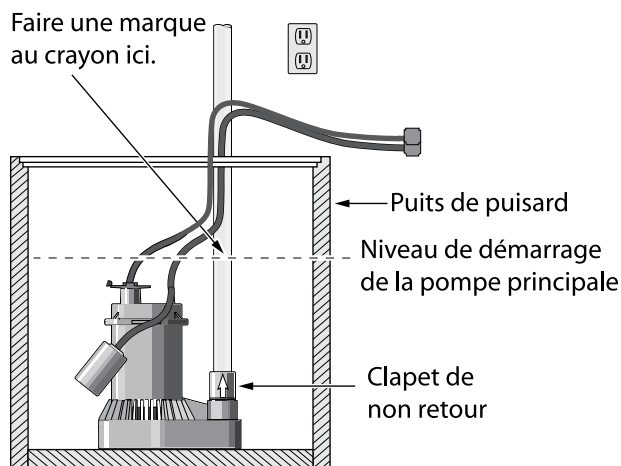

Fig 1 : faire une marque au niveau d'eau de « démarrage »
- Déterminer le niveau d'eau élevé dans le puits de puisard (le niveau d'eau auquel la pompe de puisard en place (principale) se met en marche - se reporter à la figure 1). Couper l'alimentation vers la pompe et indiquer ce niveau sur le tuyau de décharge à l'aide d'un crayon ou d'un marqueur.
3. Si le puisard est trop petit et qu'il est impossible d'y installer les deux pompes, installer un support angulé sur le tuyau de décharge de la pompe de puisard principale à l'aide de colliers à tuyau en acier inoxydable. Installer la pompe de secours sur le support angulé. Se reporter à la figure 1, « décharge distincte ».